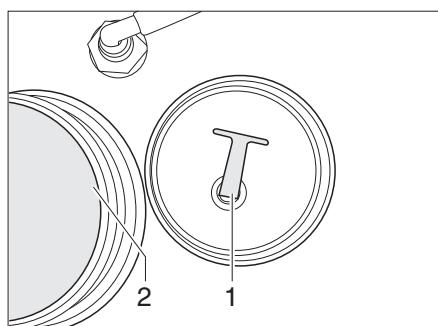

Fig. 369 Tapón de cierre
- Extraer o desenroscar el tapón de cierre (Fig. 369,1) del orificio de salida (Fig. 369,2).